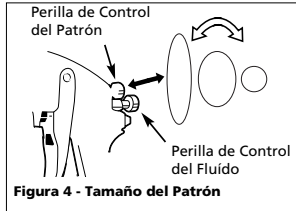

Figura 4 - Tamaño del Patrón
2. Seleccione la forma del patrón. Si desea cubrir una superficie amplia, gire la perilla de control en sentido contrario a las agujas del reloj. Si desea un patrón circular, gírela en el mismo sentido de las agujas del reloj (Vea la Figura 4).